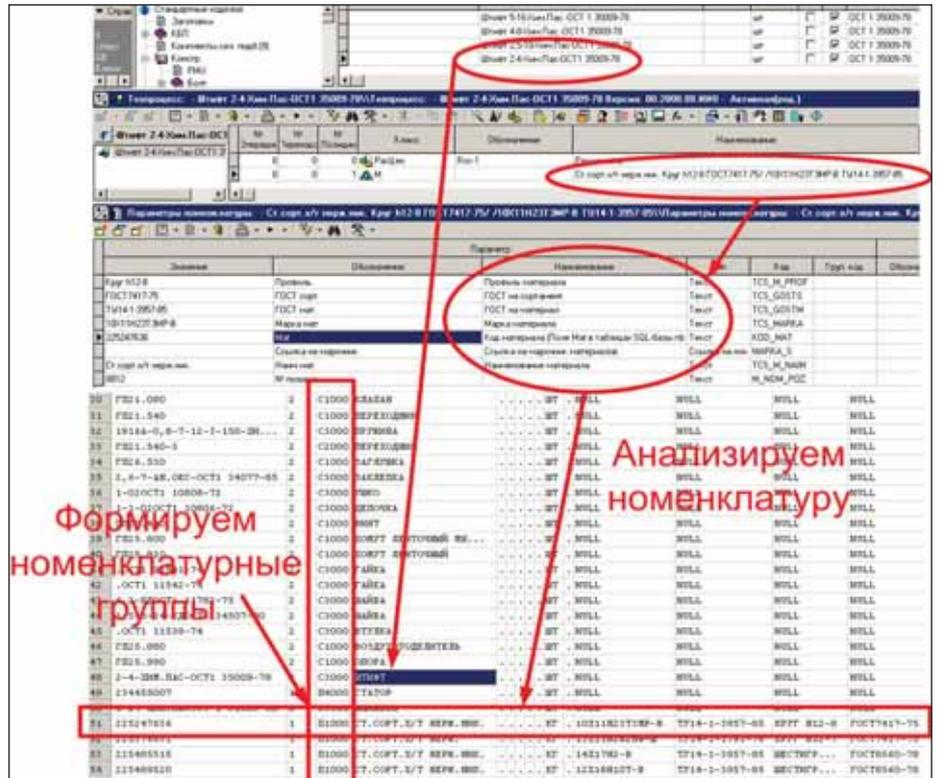

Рис. 3. Анализируем номенклатуру
- номенклатуру при передаче в ВААН можно анализировать – и формировать номенклатурные группы (рис. 3);